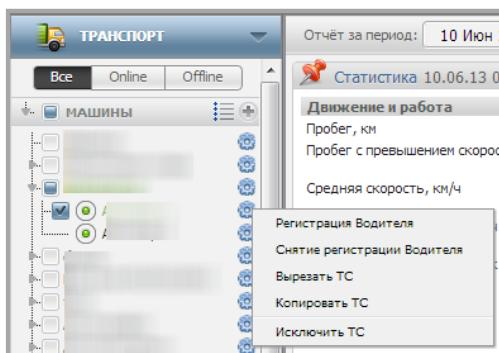

Рисунок 93
- ТС, для которого необходимо зарегистрировать водителя и нажмите  и выберите «Регистрация водителя» (Рисунок 93) или
В главном окне ПО Omnicomm в разделе «Транспорт» выберите ТС, для которого необходимо снять регистрацию водителя и нажмите и выберите «Снятие регистрации водителя» (Рисунок 93) или в разделе «Водители» выберите водителя, с которого необходимо снять регистрацию на ТС и нажмите и выберите «Снятие регистрации водителя».